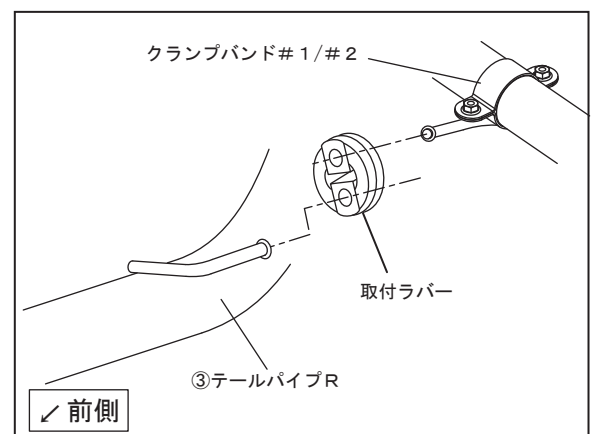

FIG. 7
11. ⑦クランプバンド#2のハンガーに、手順8で外したラバーを取り付けて下さい。次に、③テールパイプRのハンガーをラバーに通して下さい。(FIG. 7参照)